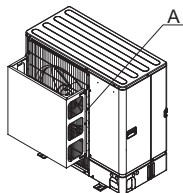

Fig. 2-4
- (2) Installare una guida per l'aria nel caso in cui l'unità venga installata in un luogo in cui vento forte causato da tifoni o da fenomeni simili possa penetrare direttamente nell'uscita dell'aria. (Fig. 2-4)